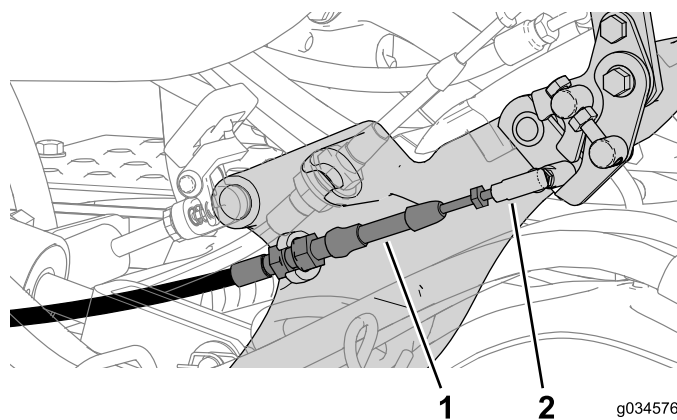

図 6
4. 走行ロッドアセンブリのボールジョイントからニュートラルロックケーブルを外す 図 6。